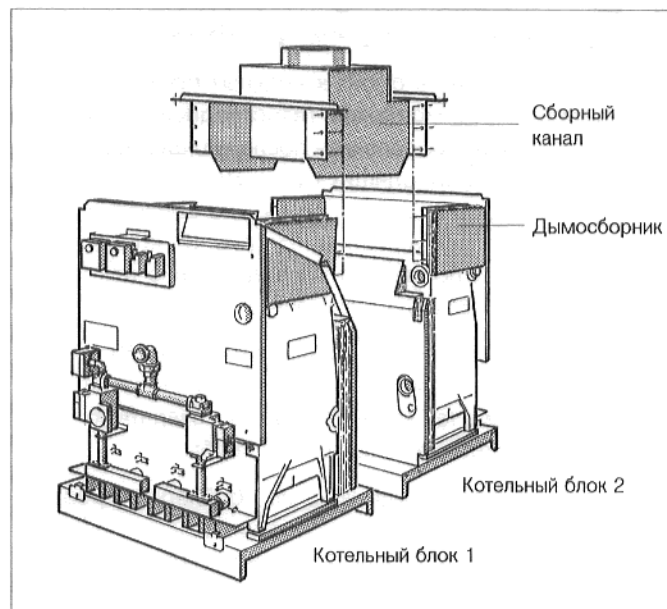

Рис. 5. Монтаж сборного канала
- Установить сборный канал сверху между дымосборниками котельных блоков (рис. 5).